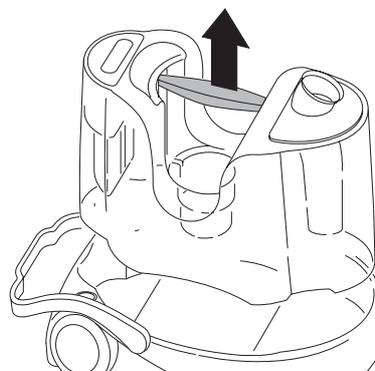

fig. 3
- Extrair o reservatório de recolha dos sólidos e líquidos **H** utilizando a respectiva asa fixada ao reservatório (fig. 3).